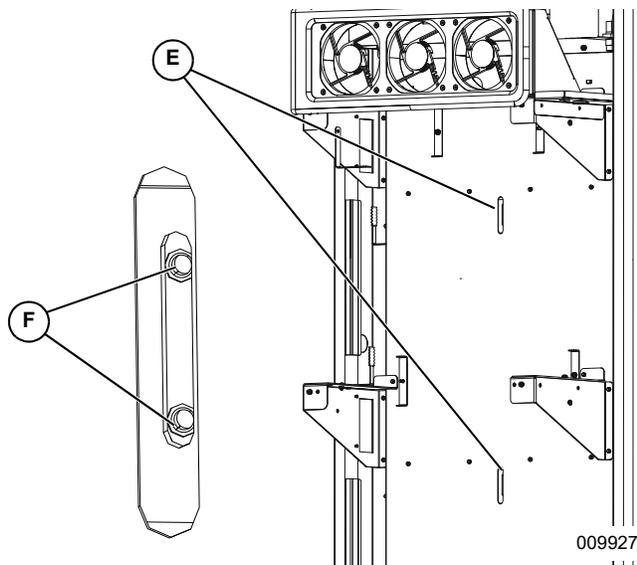

Figura 4-8. Soporte de montaje (2 de 2)
2. Consulte la **Figura 4-8**. Alinee las ranuras del cuerpo (E) con los orificios del soporte de pared (F).